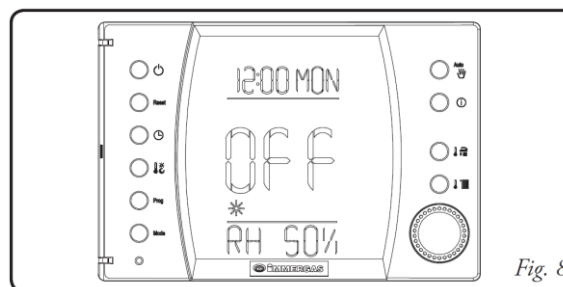

Fig. 8
- **Работа в режиме Выкл.** Когда прибор находится в данном режиме, на дисплее отображается надпись "OFF" как показано на рис. 8. В данном случае котел может включиться только в режиме «антифриз». При этом на дисплее будут отображаться время и день недели, прогноз погоды, а также значение влажности и комнатной температуры.